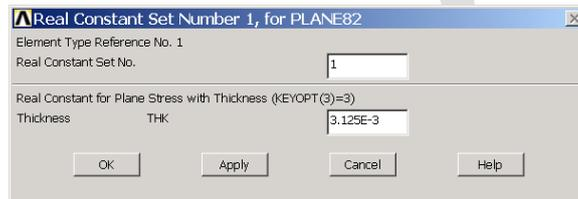

图9.6 定义实常数
(5) 单击 **Add...** 按钮，选中【Plane82】单元，然后按图 9.6 所示输入实数值【3.125E-3】，单击【OK】按钮确认。